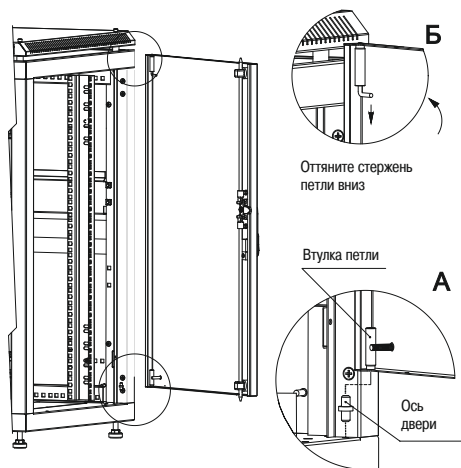

Рисунок 12 – Установка дверей в шкаф
4.4.4 Вставьте ось в круглое технологическое отверстие в основании близ стойки, наденьте втулку петли на подпятник (действие А). Оттяните стержень петли вниз (действие Б), защелкните колпачок петли в отверстии на верхнем основании (рисунок 12). Закройте дверь на замок. При правильном монтаже дверь вращается плавно, запирается без особых усилий.